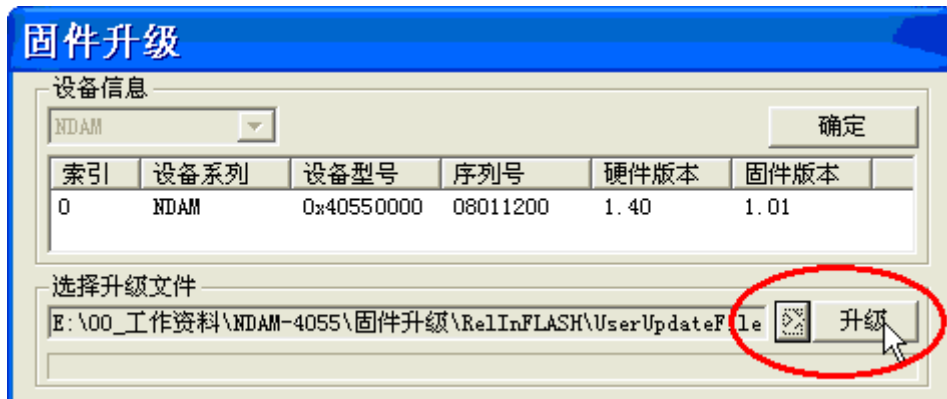

图 4.11 固件升级
② 选择“是”，然后找到并打开固件文件，点击“升级”。如图 4.11 所示；